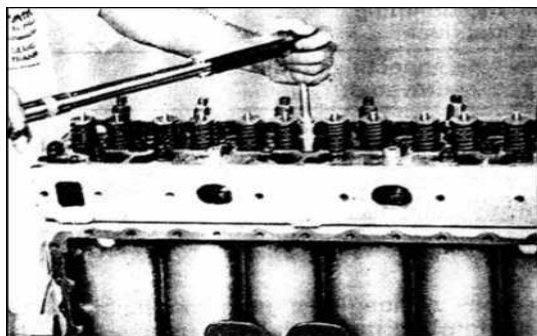

РИС. 72
- 5) Установите болты головки блока цилиндров и затяните их динамометрическим ключом в три этапа, как это указано в таблице 27 (рис.72). Затяните гайки головки блока цилиндров равномерно и в надлежащей последовательности, как это показано на рисунке 66.